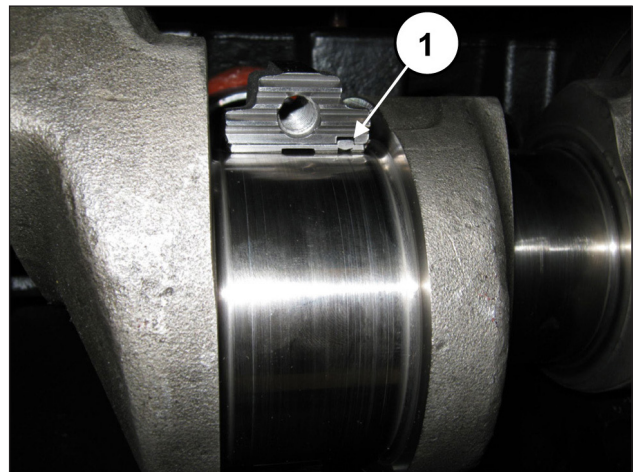

Fig. 66
**Pour monter correctement les demi-coussinets, s'assurer que la languette de repère des demi-coussinets se trouve dans son logement sur la demi-bielle (rep. ①, Fig. 66).**